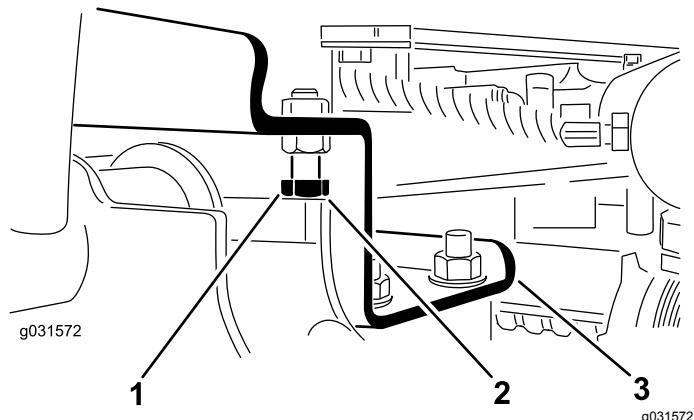

Рисунок 12
- Ослабьте затяжку упорных болтов (Рисунок 12).
- Убедитесь, что зазор между каждым подъемным рычагом и фиксирующим болтом составляет от 0,13 до 1,02 мм, как показано на Рисунок 12.